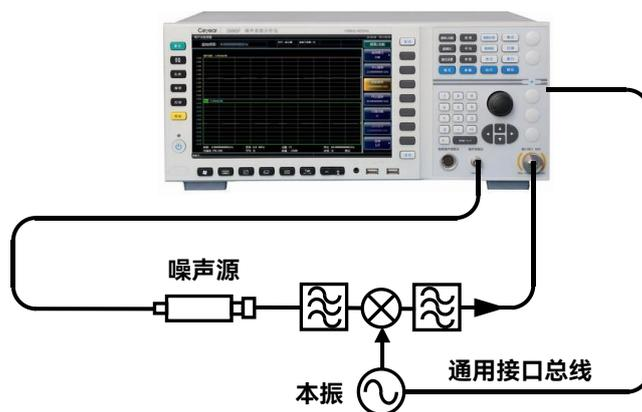

图 4.5 系统下变频模式校准连接图示
- 步骤2.** 噪声系数分析仪通过（GPIB或LAN）接口控制外部本振。用GPIB电缆或网线将噪声系数分析仪和本振源对应的接口连接起来。在可变本振固定中频模式设置中，用噪声系数分析仪的通用总线接口（GPIB或LAN）控制本振源的输出频率和功率，可实现噪声系数的自动扫频测量，系统变频模式的校准连接如图4.5所示。